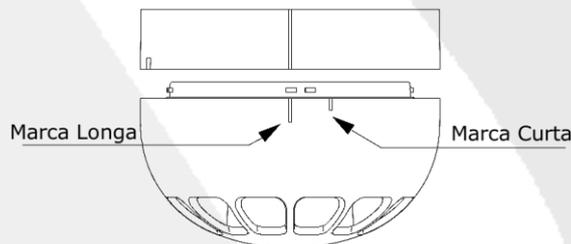

Fig. 4: Colocar o dispositivo na base
1. Alinhe a marca de alinhamento do dispositivo com a marca de alinhamento curta na base, conforme mostrado na Fig. 4;